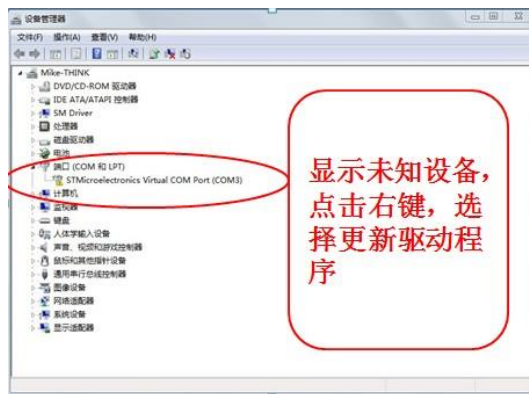

图 4
c.在设备资源管理器中，找到“端口（COM 和 LPT）”如下所示图 4：